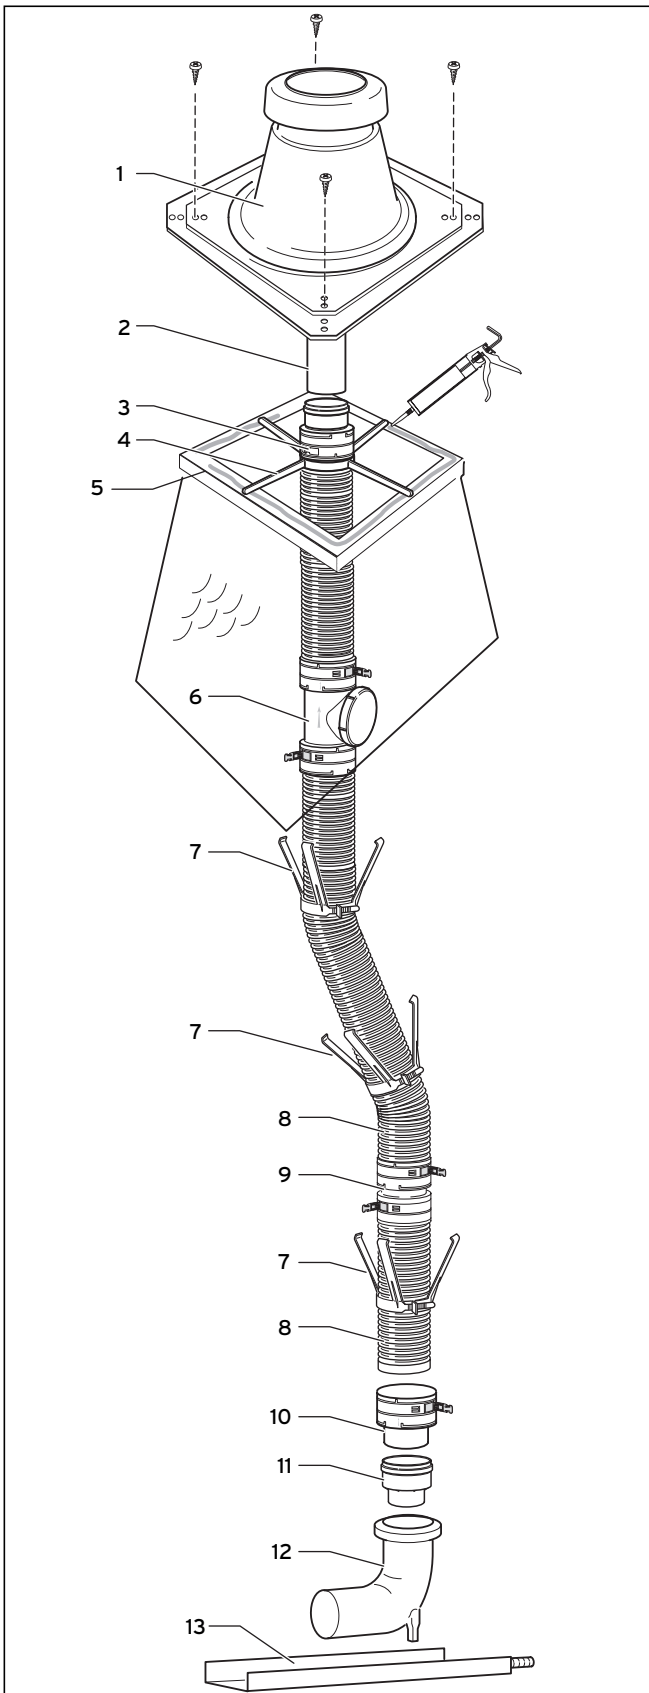

Abb. 6.53 Systemaufbau flexible Abgasleitung
- Montieren Sie die Abstandshalter (7, Abb. 6.53) im Abstand von maximal 2 m an der Abgasleitung.